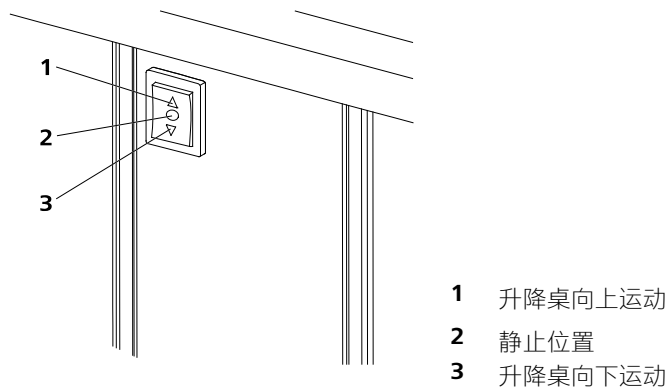

图 8 用于调整升降桌高度的翘板按钮
- 请根据翘板上的符号按下升降柱上的翘板按钮。升降桌向所需的方向向上（**1**, 图 8）或者向下（**3**, 图 8）运动。